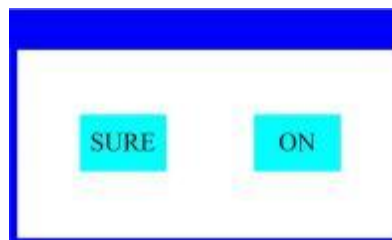

Figura 5 Determinación de la ventana de entrada
- El importante Los parámetros son determinado a través de La confirmación ventana, como se muestra En la figura 5 a continuación :